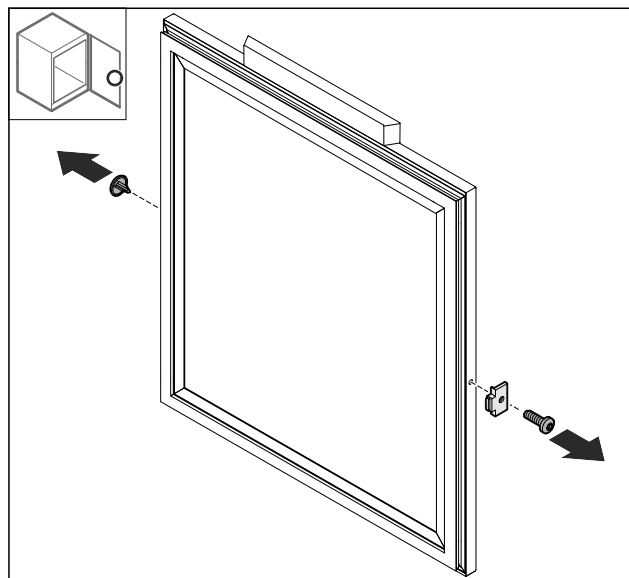

Fig. 72
- Ta bort skyddet Fig. 72 (1).
- Demontera dörrstoppet Fig. 72 (2).